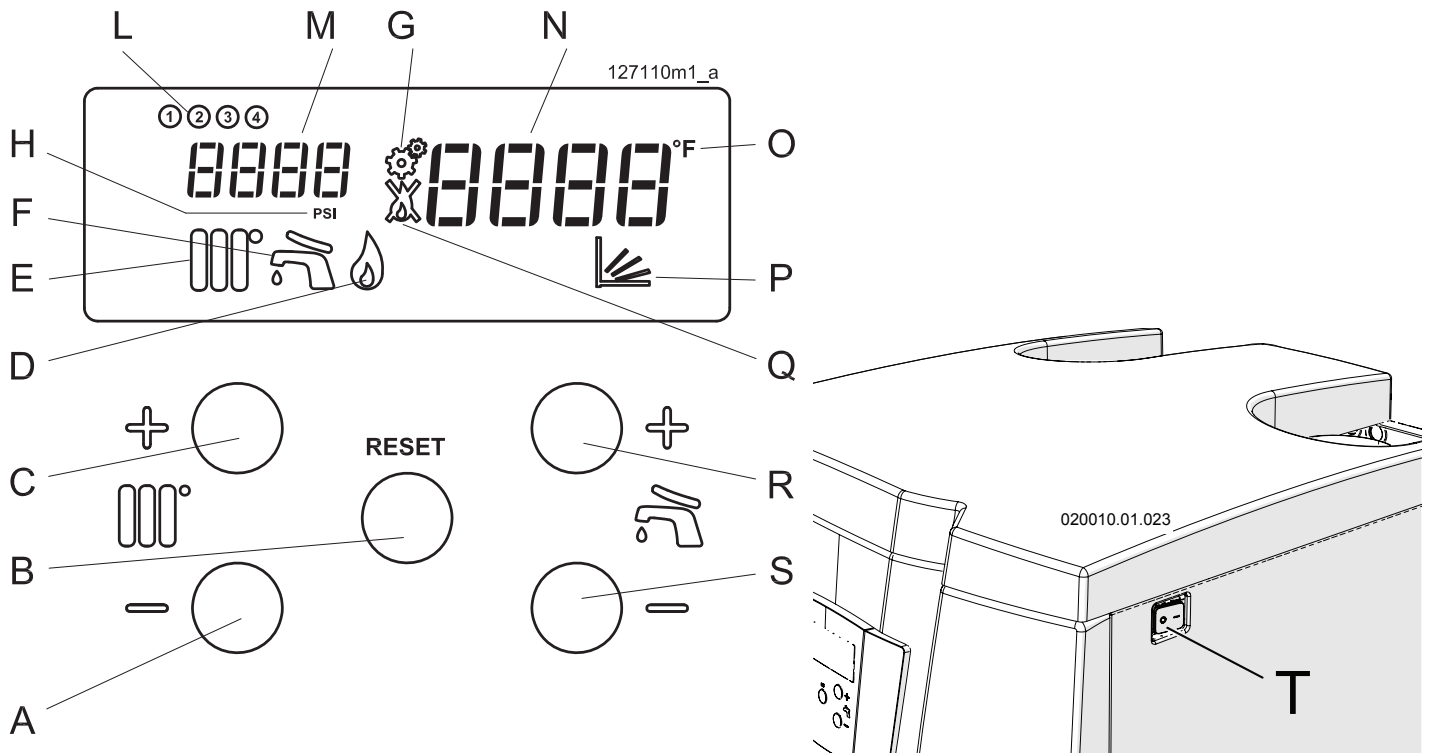

Figure 17-1 - Tableau de commande
- 2.- alimenter électriquement l'appareil et positionner sur ON l'interrupteur général (pièce "T" de la figure 17-1);
- 7.- placer l'interrupteur général sur ON (pièce "T" de la figure 17-1) et faire une demande de chauffage en pressant la touche  jusqu'à la valeur maximale, vérifier que le thermostat d'ambiance soit en appel et que l'installation se trouve dans les conditions de dissiper le chaleur produite ;
1. Allumer l'appareil en mettant sur ON l'interrupteur général (pièces "T" de la figure 17-1) et faire démarrer une demande de chauffage en portant au maximum la valeur de la température requise à l'aide de la touche , en s'assurant que le système est en mesure de dissiper toute la chaleur produite.
LÉGENDE FIGURE 17-1
Si la pression à l'intérieur du circuit descend à une valeur inférieure à la pression minimale, l'appareil s'éteint automatiquement et le cadran "N" de la figure 17-1 affiche
- 1.- Agir sur l'interrupteur "T" de la figure 17-1 pour couper la tension électrique ;
Pour régler la température agir sur les touches  ou  (voir la figure 17-1). Quand les touches sont pressées, l'écran, pièce "N" de la figure 17-1, affiche la température requise. Le champ de réglage de la température du sanitaire instantané va de 20°C à 80°C.
touches  + et  - (voir la figure 17-1). Quand les touches sont pressées, l'écran, pièce "N" de la figure 17-1, affiche la température d'E.C.S. requise. Le champ de réglage de la température du sanitaire instantané va de 40°C à 60°C.
à travers les touches  + ou  - (voir la figure 17-1). Le thermostat d'ambiance allume les pompes de circulation en vue de satisfaire les demandes de chauffage.